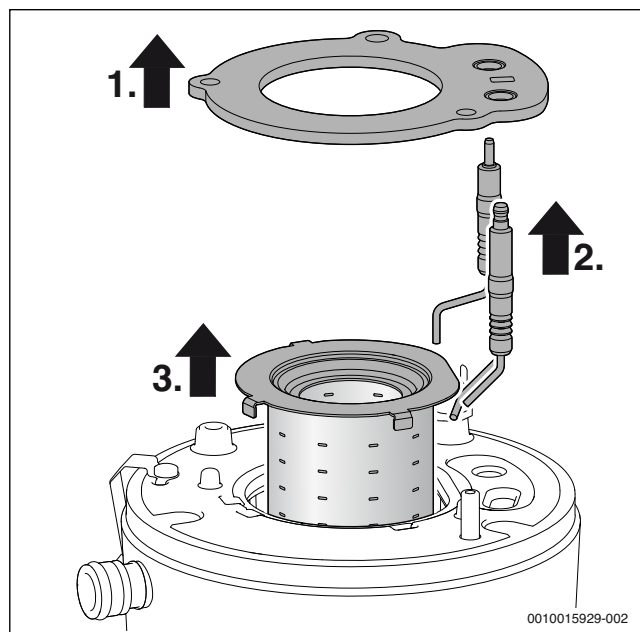

Fig. 43 Scoaterea arzătorului
- De fiecare dată când deschideți arzătorul, înlocuiți garnitura arzătorului (→ fig. 43, poz. [1]) și toate garniturile de etanșare deteriorate ca urmare a acestei măsuri. (Durata de viață maximă a garniturii arzătorului: 7,5 ani)